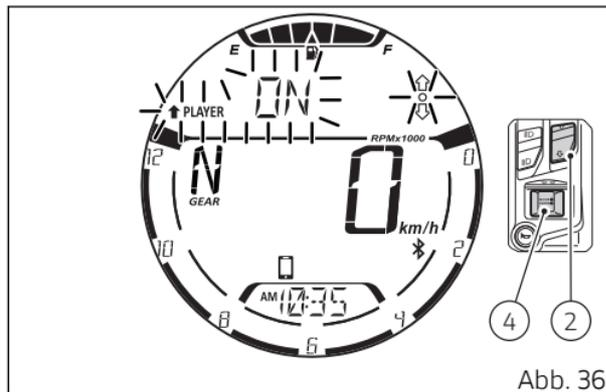

Abb. 36
Zum Beenden der Steuerung des Musikplayers, auch unter Beibehalt des aktiven Zustands des Musikstücks, die Taste (2) 2 Sekunden lang drücken. Daraufhin werden am Display 3 Sekunden lang der schwarze nach oben zeigende Pfeil blinkend, gefolgt von der Angabe „PLAYER“, der Angabe „ON“ und dem leeren Kreis „○“ (Abb. 36) angezeigt.